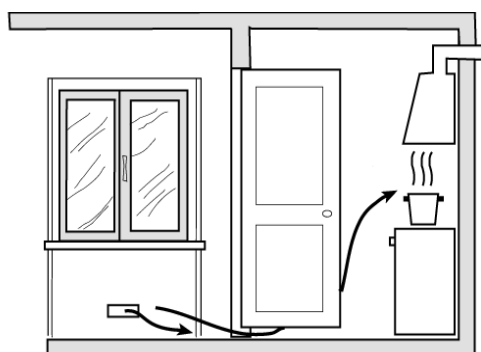

Fig.3
- ◆ În afară de aceasta, aerul poate pătrunde din camera adiacentă, (în afară de dormitoare și încăperile cu pericol potențial de izbucnire a incendiului), dacă aceasta este dotată cu același tip de țevă de aspirație, iar construcția ușii asigură trecerea liberă a aerului (fig.3).